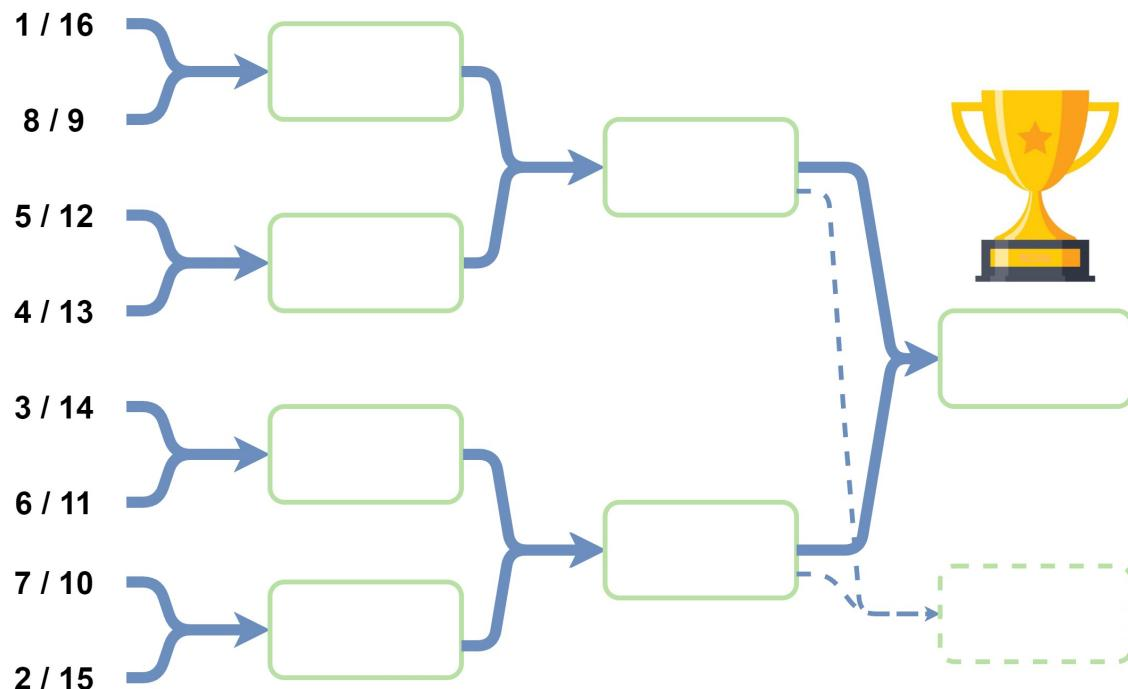

FIGURE 16 – Tableau des phases finales
Chaque équipe vainqueure de son match de barrage sera intégrée au tableau principal de la phase finale de la rencontre (B). À l'issue de la phase de barrage, l'arbre de la phase finale de la rencontre (B) présenté Figure 16 pourra être revu afin de représenter plus fidèlement le niveau de chaque équipe.